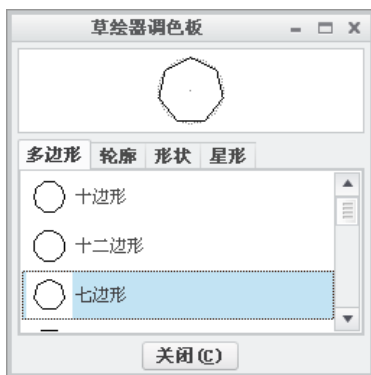

图 2.5.5 “草绘器调色板”对话框
Step3. 选择命令。在  **草绘** 选项卡中单击“调色板”按钮 ，系统自动弹出图 2.5.5 所示的“草绘器调色板”对话框。